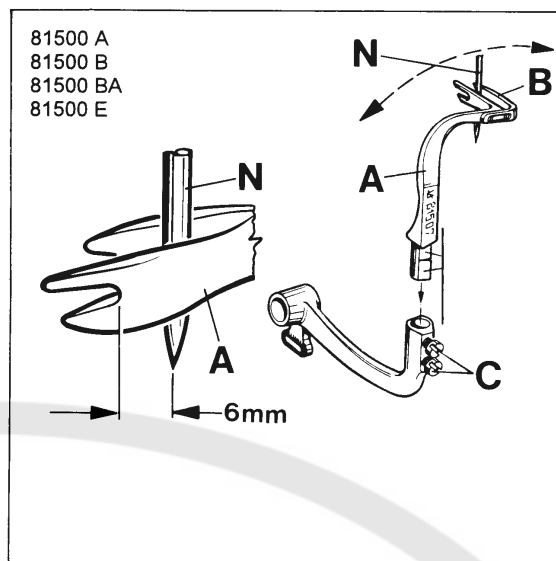

Fig. 11
Before inserting a new upper spreader (A, Fig. 11) remove thread hook (B). This facilitates the visual check of the adjustment.
For adjustment of spreader (A, Fig. 11) with respect to the needle (N), the shank of spreader (A) has two offset flats.
First snug one screw (C, Fig. 11) on the flat of the spreader shank with which the following position of the spreader is reached:
When rotating the handwheel in sewing direction, spreader (A, Fig. 11 A) should pass with its face (D) as close as possible to the front of needle (N), without contacting it. Now tighten the second screw (C, Fig. 11) firmly.
In the extreme left upper end position of spreader (A, Fig. 11) the distance between the bottom of the forked cut-out and the center of needle (N) should be 6 mm (15/64 in.)
Remount thread hook (B, Fig. 11) on spreader (A) and set it so that its tip passes close behind the needle without contacting it (see Fig. 11 A).
Bevor Sie einen neuen oberen Blindgreifer (A, Fig. 11) einsetzen entfernen Sie den Fadenhaken (B). Dies erleichtert die visuelle Prüfung der Einstellung.
Zum Einstellen des Blindgreifers (A, Fig. 11) im Bezug zur Nadel (N) hat der Schaft des Blindgreifers (A) zwei versetzte Befestigungsflächen.
Legen Sie zuerst eine Schraube (C, Fig. 11) auf der Fläche des Blindgreifers an, mit der Sie folgende Stellung des Blindgreifers erhalten:
Beim Drehen des Handrades in Nährichtung muß der Blindgreifer (A, Fig. 11 A) mit seiner Stirnfläche (D) dicht an der Vorderseite der Nadel (N) vorbeigehen, ohne diese zu berühren. Ziehen Sie nun die zweite Schraube (C, Fig. 11) gut an.
In der äußerst linken oberen Endstellung des Blindgreifers (A, Fig. 11) muß der Abstand zwischen der tiefsten Stelle des gabelförmigen Einschnittes und der Nadelmitte (N) 6 mm betragen.
Montieren Sie den Fadenhaken (B, Fig. 11) wieder an den Blindgreifer (A) und stellen Sie ihn so, daß seine Spitze dicht hinter der Nadel vorbeigeht, ohne diese zu berühren (siehe Fig. 11 A).
Preliminary mount the upper looper (A, Fig. 11 B) and the thread hook (B) to the looper shank (S) so that the distance (T) between upper looper and thread hook is as big as possible.
For adjustment of upper looper (A, Fig. 11 B) with respect to the needle (N) the looper shank (S) has two offset flats.
First snug one screw (C, Fig. 11 B) on the flat of looper shank (S) with which the following position of the upper looper is reached:
When rotating the handwheel in operating direction, upper looper (A, Fig. 11 C) should pass with its face (D) as close as possible to the front of needle (N), without contacting it. Now tighten the second screw (C, Fig. 11 B) firmly.
For precise adjustment of upper looper (A, Fig. 11 C) with respect to the needle (N) loosen screws (U) and set the upper looper (A) accordingly.
Simultaneously set the thread hook (B, Fig. 11 C) so that its tip passes close behind the needle (N) without contacting it. Retighten the two screws (U).
Montieren Sie den Obergreifer (A, Fig. 11 B) und den Fadenhaken (B) vorl ufig so an den Greiferschaft (S), da  der Abstand (T) zwischen Obergreifer und Fadenhaken so gro  wie m glich ist.
Zum Einstellen des Obergreifers (A, Fig. 11 B) im Bezug zur Nadel (N) hat der Greiferschaft (S) zwei versetzte Befestigungsfl chen.
Legen Sie zuerst eine Schraube (C, Fig. 11 B) auf der Fl che des Greiferschaftes (S) an mit der Sie folgende Stellung des Obergreifers erhalten:
Beim Drehen des Handrades in N hrichtung mu  der Obergreifer (A, Fig. 11 C) mit seiner Stirnfl che (D) dicht an der Vorderseite der Nadel (N) vorbeigehen, ohne diese zu ber hren. Ziehen Sie nun die zweite Schraube (C, Fig. 11 B) fest.
Zur Feineinstellung des Obergreifers (A, Fig. 11 C) im Bezug zur Nadel (N) l sen Sie die Schrauben (U) und stellen den Obergreifer (A) entsprechend.
Stellen Sie gleichzeitig den Fadenhaken (B, Fig. 11 C) so, da  seine Spitze dicht hinter der Nadel (N) vorbeigeht, ohne diese zu ber hren. Ziehen Sie die zwei Schrauben (U) wieder an.
In the extreme left upper end position of upper looper (A, Fig. 11 B), the distance between the left edge of looper eye and the center of needle (N) should be 6 mm (15/64 in.)
In der äußerst linken oberen Endstellung des Obergreifers (A, Fig. 11 B) muß der Abstand zwischen der linken Kante des Greiferohrs und der Nadelmitte (N) 6 mm betragen.